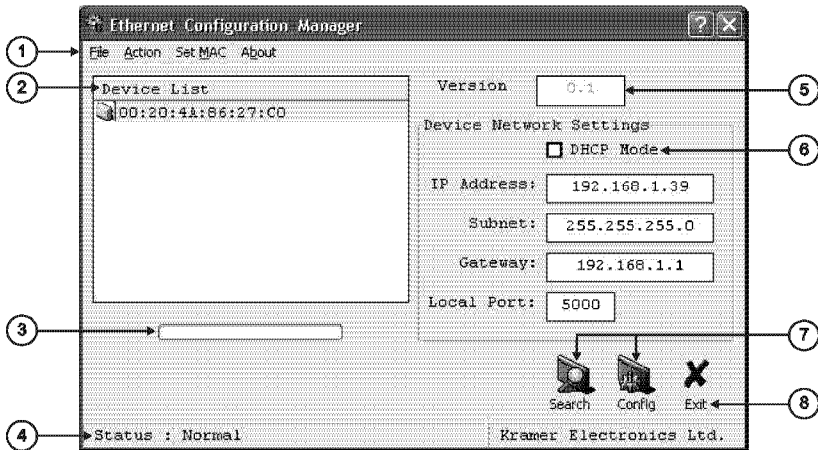

Рис. 7. Окно менеджера конфигурации порта Ethernet
3. После установки программы щелкните по соответствующему ярлыку в папке *Programs (Программы)* меню *Start (Пуск)*. Откроется окно менеджера конфигурации (рис. 7).